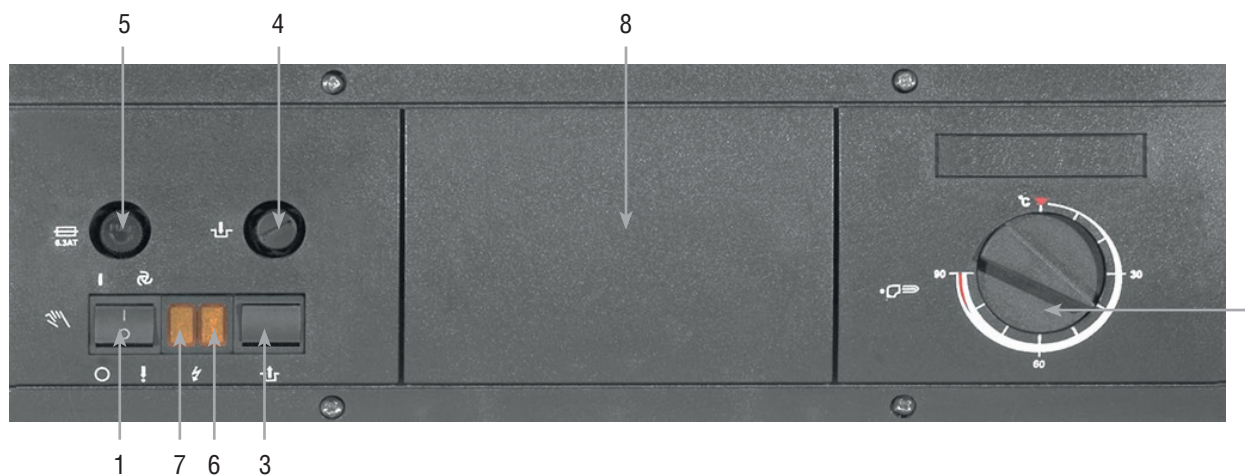

Рис. 6
На панели управления открутите защитный колпачок термостата (поз.1, рис.6)
- главный выключатель переведен в положение «вкл» (поз.1, рис.6);
- термостат котла выставлен на необходимую температуру (поз.2, рис.6);
- термостат безопасности (поз.4, рис.6) сработал от перегрева, для чего последовательно сделайте следующее:
- Переверните главный выключатель в положение «ON» (рис.6, поз.1);